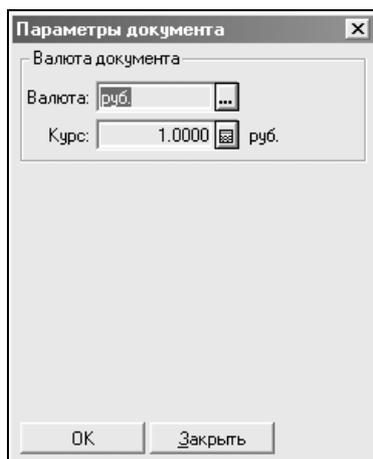

Рис. 6.104. Диалоговое окно **Параметры документа** для инвентаризации
- До начала заполнения табличной части задайте валюту посредством нажатия кнопки **Цены**. Программа предложит для редактирования диалоговое окно **Параметры документа** (рис. 6.104).